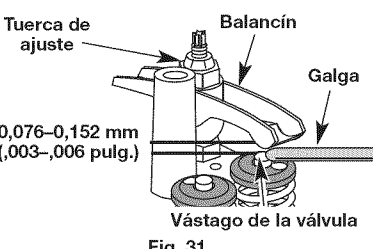

Fig. 31
7. Deslice la galga entre el brazo oscilante y el resorte de retorno de la válvula. Mida el huelgo entre el vástago de la válvula y el brazo oscilante (Fig. 31). Realice esto en las válvulas de entrada y de escape.
a. Gire la tuerca de ajuste con una llave de 8 mm (5/16 pulgadas) o una guía de tuercas (Fig. 31).